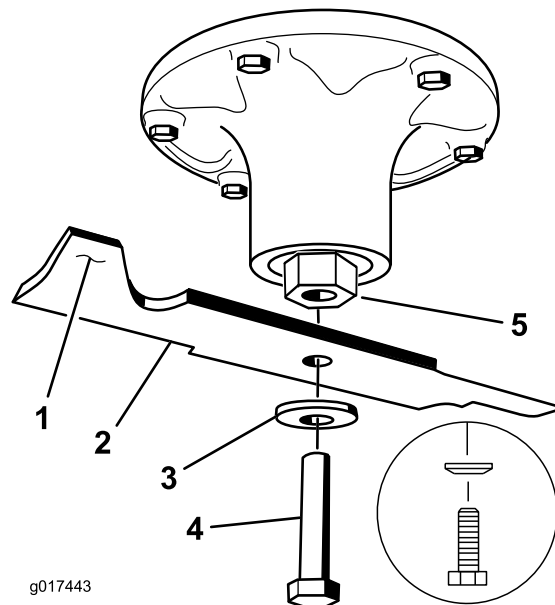

Bild 2
2. Entfernen Sie die Messerschraube, Wellenscheibe und das Messer von der Spindelwelle (Bild 2).